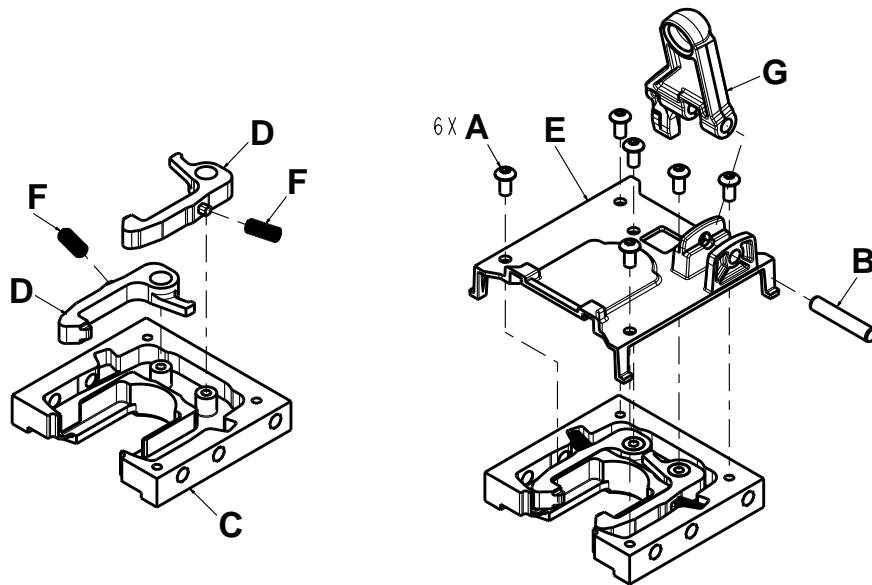

Figure 6 – Remplacement du cliquet de verrouillage du côté pieds
2. À l'aide d'un poinçon de 1/8 po, pousser la broche de guidage (B) hors du bras du loquet de déblocage (G) (Figure 6). Conserver la broche de guidage.
3. À l'aide d'une clé Torx T25, enlever les six vis (A) reliant le support pivotant à l'interface côté pieds (C) (Figure 6). Conserver les vis.
4. Retirer et jeter le cliquet de verrouillage (D) (Figure 6).